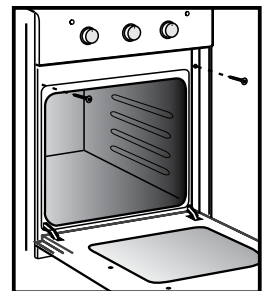

Рис. 15
- Духовка устанавливается на дно ниши и закрепляется спереди винтами (рис. 15), прилагаемыми в комплекте.